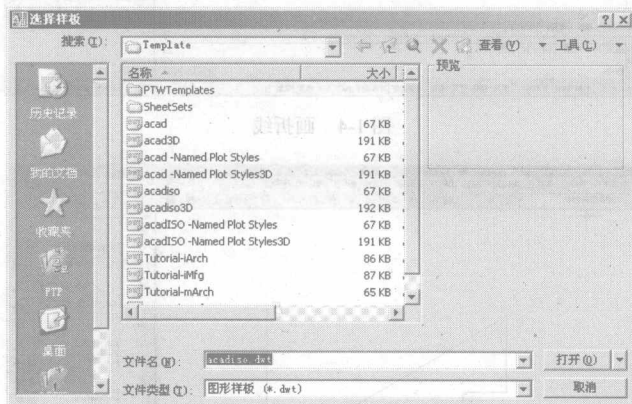

图 1-3 【选择样板】对话框
2. 选择菜单命令【文件】/【新建】，打开【选择样板】对话框，如图 1-3 所示。该对话框中列出了用于创建新图形的样板文件，默认的样板文件是“acadiso.dwt”。单击 **打开(O)** 按钮，开始绘制新图形。